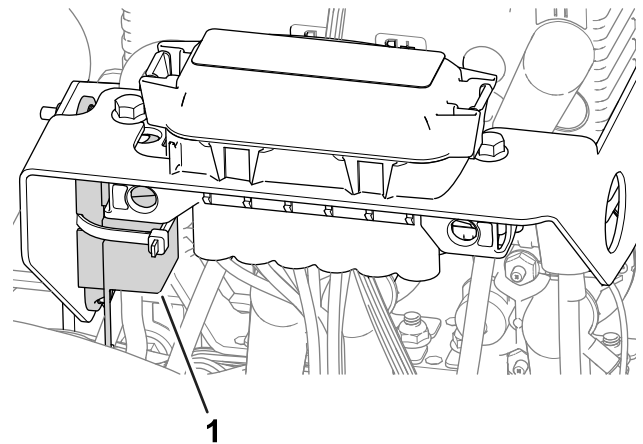

Bild 54
- Die Sicherung für den linken Radmotor (60 A) befindet sich unter der Abdeckung auf der linken Seite der Maschine, in der Nähe der Sicherungen des Spindelantriebskreises (Bild 54).